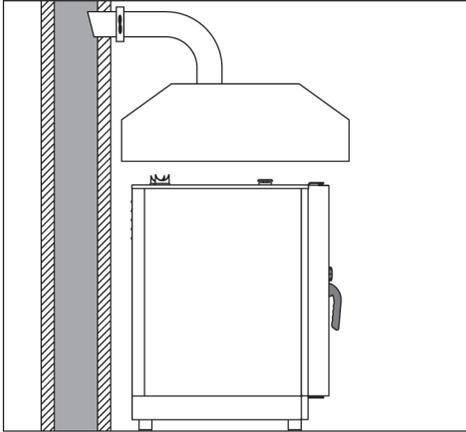

fig. 13
- d) la réadmission des gaz de l'appareil doit se faire seulement manuellement (fig. 13).